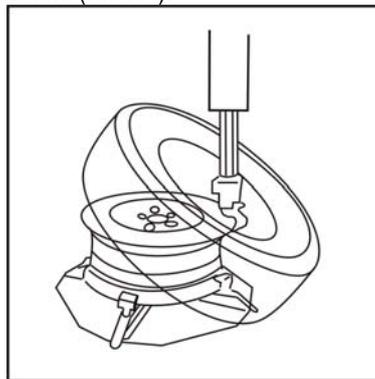

Рис.15
- Установите кромку шины на обод, так чтобы левая сторона шины была сверху. Затем установите монтажную головку в рабочее положение (Рис.15).